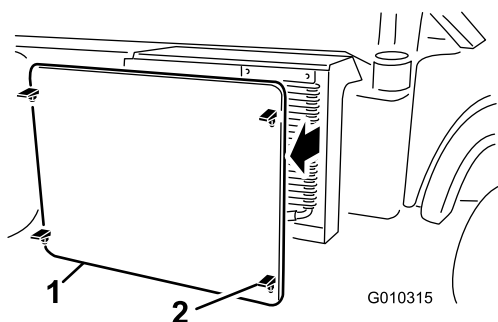

Figura 52
5. Desengate e retire o filtro do radiador da frente do radiador (Figura 52).